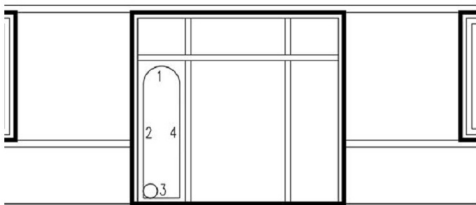
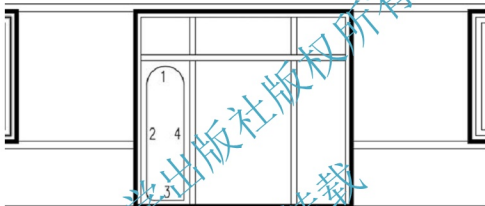

图 4.35 【相切、相切、半径】命令画圆
图 4.36 修剪多余的线
(5) 执行菜单栏中的【绘图】|【圆】|【相切、相切、半径】命令。
① 在 CIRCLE 指定圆的圆心或 [三点(3P)/两点(2P)/相切、相切、半径(T)]: \_ttr 指定对象与圆的第一个切点: 提示下, 将光标放到 2 线偏下部位, 当出现切点捕捉后单击。
② 在指定对象与圆的第二个切点: 提示下, 将光标放到 3 线偏左部位, 当出现切点捕捉后单击。
③ 在指定圆的半径<255.0000>: 提示下, 输入“100”, 按 Enter 结束命令。这样就绘制出一个半径为 100mm 且与 2、3 线相切的圆, 结果如图 4.35 所示。
(6) 用【修剪】命令, 将图 4.35 所示图形修剪成如图 4.36 所示的状态。
(7) 启动【圆角】命令(快捷键 F)。
① 在当前设置: 模式=修剪, 半径=0.0000, 选择第一个对象或 [放弃(U)/多段线(P)/半径(R)/修剪(T)/多个(M)]: 提示下, 输入“R”后按 Enter 键, 指定要修改圆角的半径。